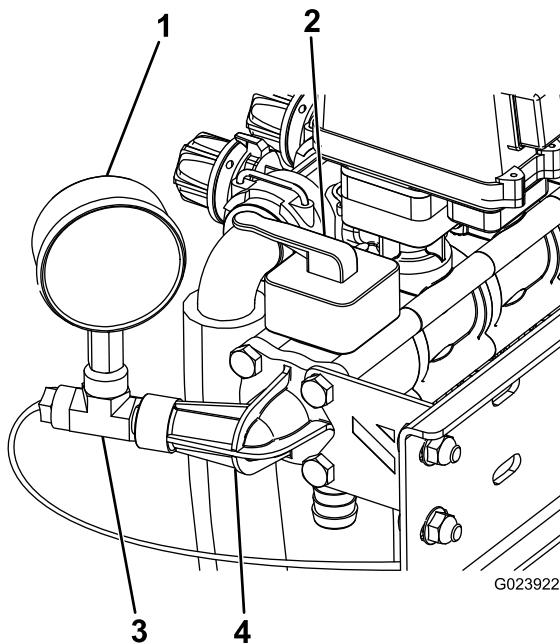

図 11
3. 長いボルト4本を使用して、Oリング、新しいコントロールバルブ、先ほど外した水圧計ポート、それにスタビライジング・ブラケットを取り付ける図11を参照。